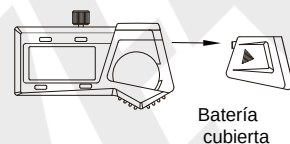

Fig.1
- Retire la tapa de la batería (Fig.1).